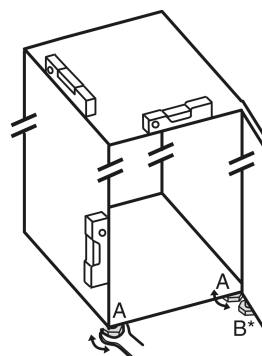

Fig. 5
- ▶ Seřizovací nožky Fig. 5 (A) vyšroubujte pomocí přiloženého vidlicového klíče a pomocí vodováhy, dokud nebude spotřebič pevně vyrovnaný.
- ▶ Seřizovací nožku Fig. 5 (B) na stojanu ložiska vytácejte pomocí přiloženého vidlicového klíče, až dosedne na zem.
- ▶ Seřizovací nožku Fig. 5 (B) otáčejte dál o 90°.